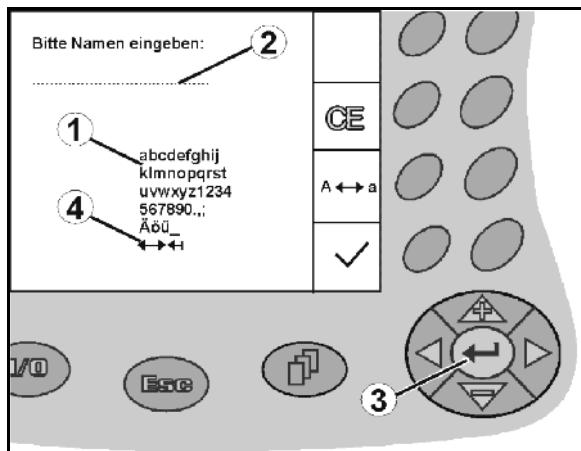

Fig. 13
Hvis det trengs inntasting av bokstaver eller tall på AMATRON⁺, vises inntastingsmenyen (Fig. 13).
I nedre del av displayet vises et valgfelt (Fig. 13/1) med bokstaver, tall og piler som brukes til å bygge opp inntastingslinjen (Fig. 13/2) (tekst eller siffer).
Valg av bokstaver eller sifre i valgfeltet (Fig. 13/3).
- Bruke valget (Fig. 13/3).
Pilene ↪ i valgfeltet (Fig. 13/4) gjør det mulig å flytte rundt i tekstraden.
Pilen ← i valgfeltet (Fig. 13/4) sletter siste inntasting.